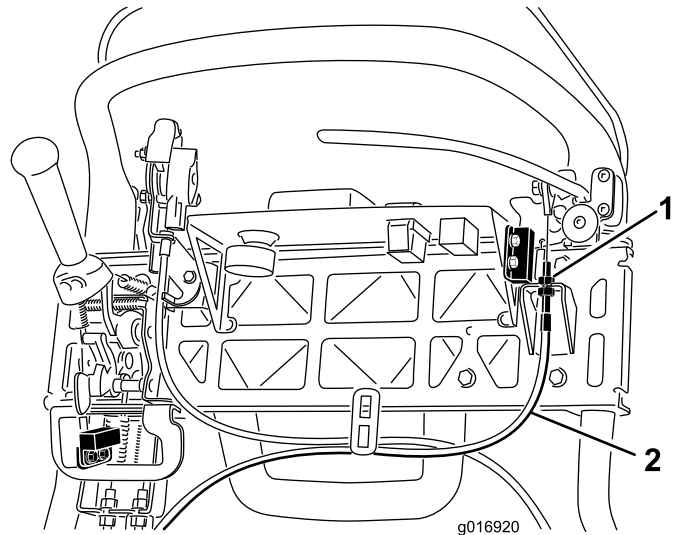

图40
3. 要增加拉线的张力，请拧松上部拉线锁紧螺母并拧紧下部拉线锁紧螺母(图40)，直至为了松开手刹锁定装置，需要对刹车制动杆手柄施加 156N的力。切勿调整过度，或致使刹车带拖磨。